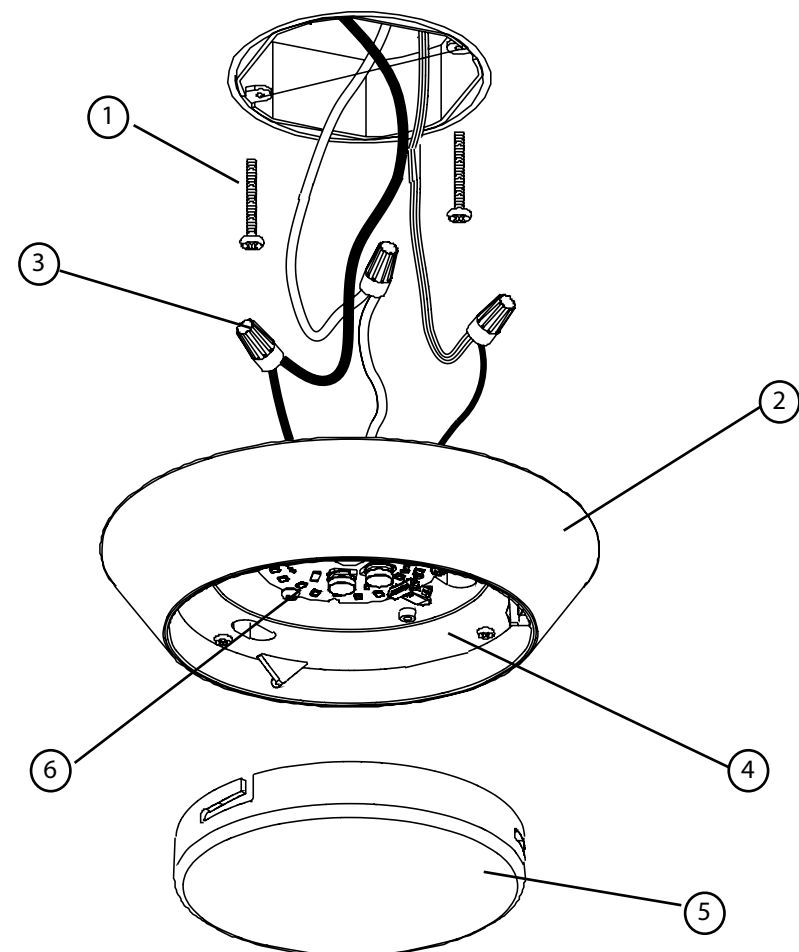

Figure 1
5. Tenir solidement le bloc boîtier (2) et connecter le fil vert de mise à la terre de l'appareil au fil de cuivre nu de mise à la terre de la boîte de jonction à l'aide d'un capuchon de connexion (3). (Si le câblage d'alimentation ne comprend pas de fil de mise à la terre, consulter votre code d'électricité local et vérifier la méthode d'installation conforme).
6. Utiliser les serre-fils pour connecter le fil noir de l'appareil au fil noir d'alimentation et le fil blanc (neutre) de l'appareil au fil blanc d'alimentation. Voir la fig 1.
Voir la fig1
5. Hold the Fixture Housing (2) firmly and connect the green ground wire from the fixture to the bare copper ground wire from the junction box using a Wirenut (3). (If house wiring does not include a ground wire, consult your local electrical code for approved grounding methods).
6. Use Wirenuts (3) to connect the black fixture wire to the black power supply wire and the white (neutral) fixture wire to the white power supply wire. See Fig 1.
7. Hold Fixture Housing (2) in one hand and with the other hand position wires up into junction box.
8. Align keyholes on back of Fixture Housing with screws previously installed in junction box. Lift fixture up, rotate clockwise and tighten screws to secure Housing Assembly against ceiling. See Fig 1.
9. Lift Diffuser (5) up to housing assembly aligning slots on diffuser with tabs on barrier lens (4). Twist diffuser (5) clockwise until secure. See Fig 1.
**WARNING: RISK OF SHOCK-** Do not operate fixture without Barrier Lens (4) installed.
5. Sostenga el ensamblaje de la Carcasa del luminario (2) firmemente y conecte el alambre verde de conexión a tierra del luminario al alambre de cobre descubierto de conexión a tierra de la caja de ensambladura usando una Tuerca de Alambre (3). (Si el alambado de la casa no incluye un alambre de conexión a tierra, consulte su código eléctrico local para métodos aprobados de hacer tierra).
6. Use Capuchones de Alambres para conectar el alambre negro de la luminaria al alambre negro suplidor de electricidad y el alambre blanco (neutral) de la luminaria al alambre blanco suplidor de electricidad. Vea Fig. 1.
9. Levante el difusor (5) hasta la altura del conjunto de la carcasa y alinee las ranuras del difusor con las lengüetas en las lentes de barrera (4). Gire el difusor (5) a la derecha hasta que quede fijo. Vea Fig. 1
**ADVERTENCIA: RIESGO DE ELECTROCHOQUE.** No utilice el dispositivo si las lentes de barrera (4) no están instaladas.